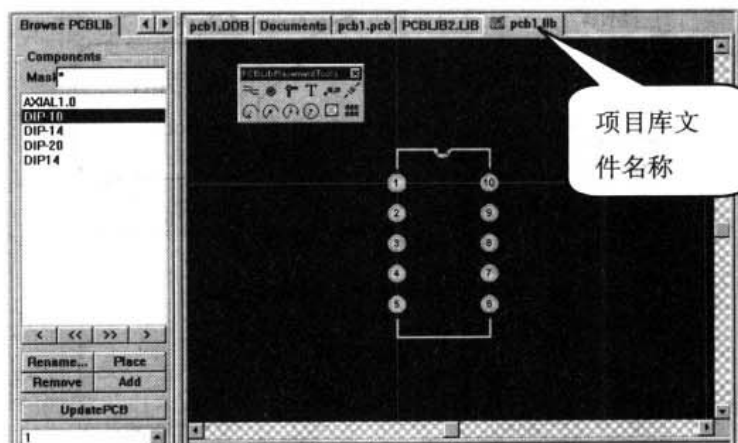

图 17-22 PCB 板项目库界面
- (1) 运行 Protel 99 SE, 打开设计的 LED 显示电路 PCB 板。
- (2) 执行菜单命令 Design|Make Libraries, 系统会自动生成相应的元件库文件, 并把文件命名为 pcb1.lib, 如图 17-22 所示。